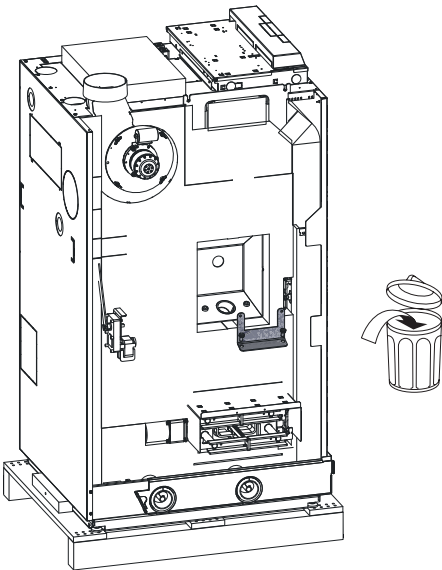

Fig. 32 Rimuovere il fissaggio per il trasporto (angolare) e smaltirlo correttamente
- Rimuovere il fissaggio per il trasporto (angolare) e smaltirlo correttamente, non è più necessario – Fig. 32.